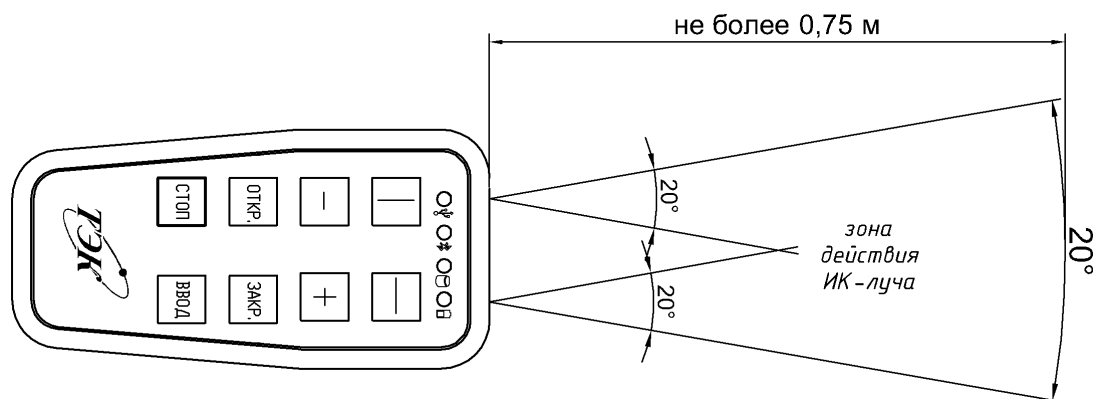

Рисунок 7 - Зона действия ИК-луча
- на расстоянии не более 0,75 м в зоне действия ИК-луча (см. рисунок 7) направить излучатель ИК-передатчика ПДУ-В (ПДУ-S) в сторону окна приемника ПМУ блока управления;